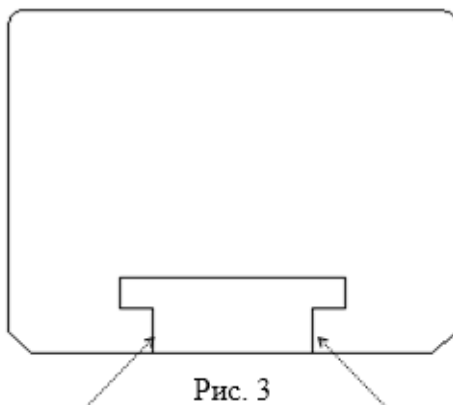

Рис. 3
3. Тем самым AutoCAD приглашает вас указать граничные объекты. Выберите с помощью мыши примыкающие к нижнему краю пластины вертикальные отрезки, образующие выемку (на рис.3 на них указывают стрелки). Чтобы создать набор из нескольких объектов, удерживайте нажатой клавишу Shift, по окончании выбора нажмите <Enter>. Программа отобразит такое приглашение:
Научимся создавать сопряжения второго вида. Для этой цели нарисует коромысло (рис. 3):